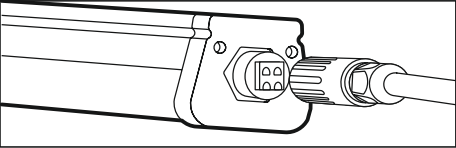

Рис. 2
- 5.14 Возьмите из комплекта поставки внешнюю часть быстросъемного разъема и пропустите через него кабель электропитания осветительного прибора (рис. 2).